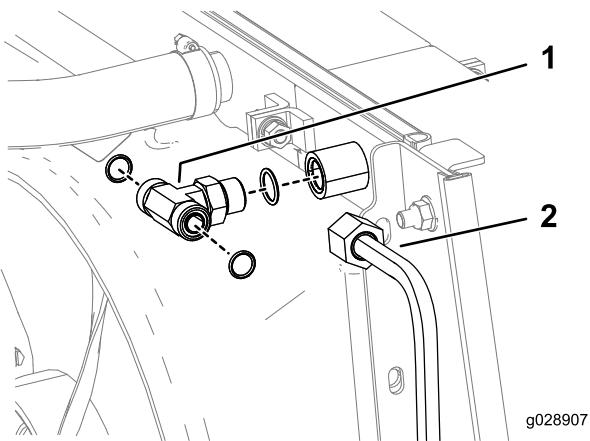

Figura 8
- Se la vostra macchina non è dotata di un raccordo a T sul lato sinistro del refrigeratore dell'olio, scollate il flessibile e il raccordo e montate il raccordo a T (Figura 8).
- Collegate il tubo del refrigeratore dell'olio al foro sul raccordo a T (Figura 8).